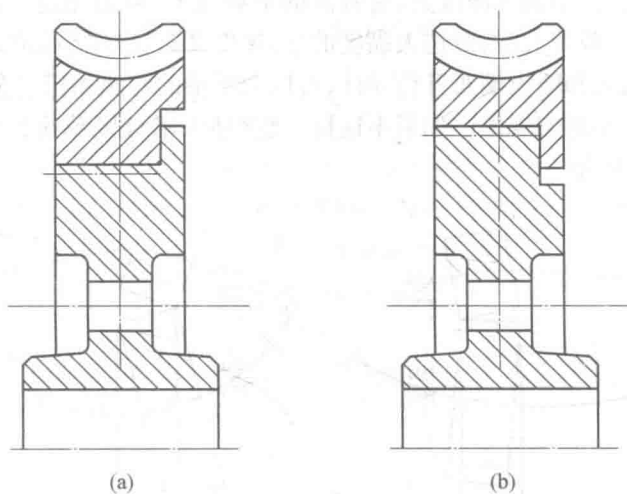

图 4
2. 如图 4 所示(a)和(b)为两种蜗轮轮芯与轮缘连接结构,请选择出合理的结构,并从加工工艺和受力合理两方面说明原因。